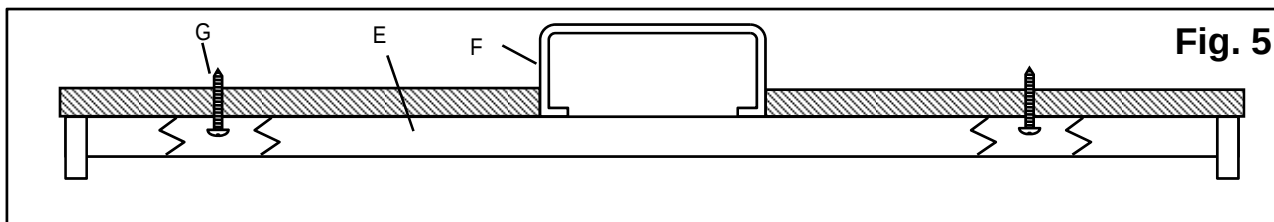

Fig. 5
4. Coloque el **luminario** (E) sobre la **caja de alimentación** (F) y pase los **tornillos de anclaje** (G) a través de las **ranuras de montaje** (D) en los **anclajes**. Apriete los **tornillos de anclaje** (G) de modo que el **luminario** (E) quede asegurado al ras contra el techo. **(Fig. 5)**